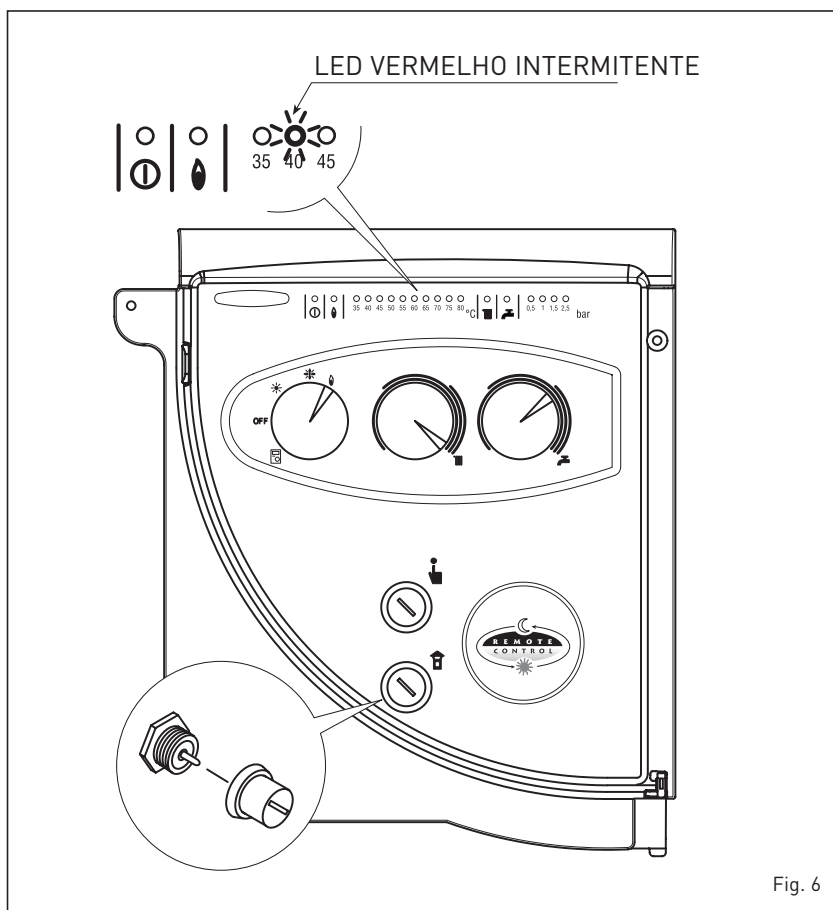

Fig. 6
- Intervenção do dispositivo de segurança dos fumos (fig. 6)